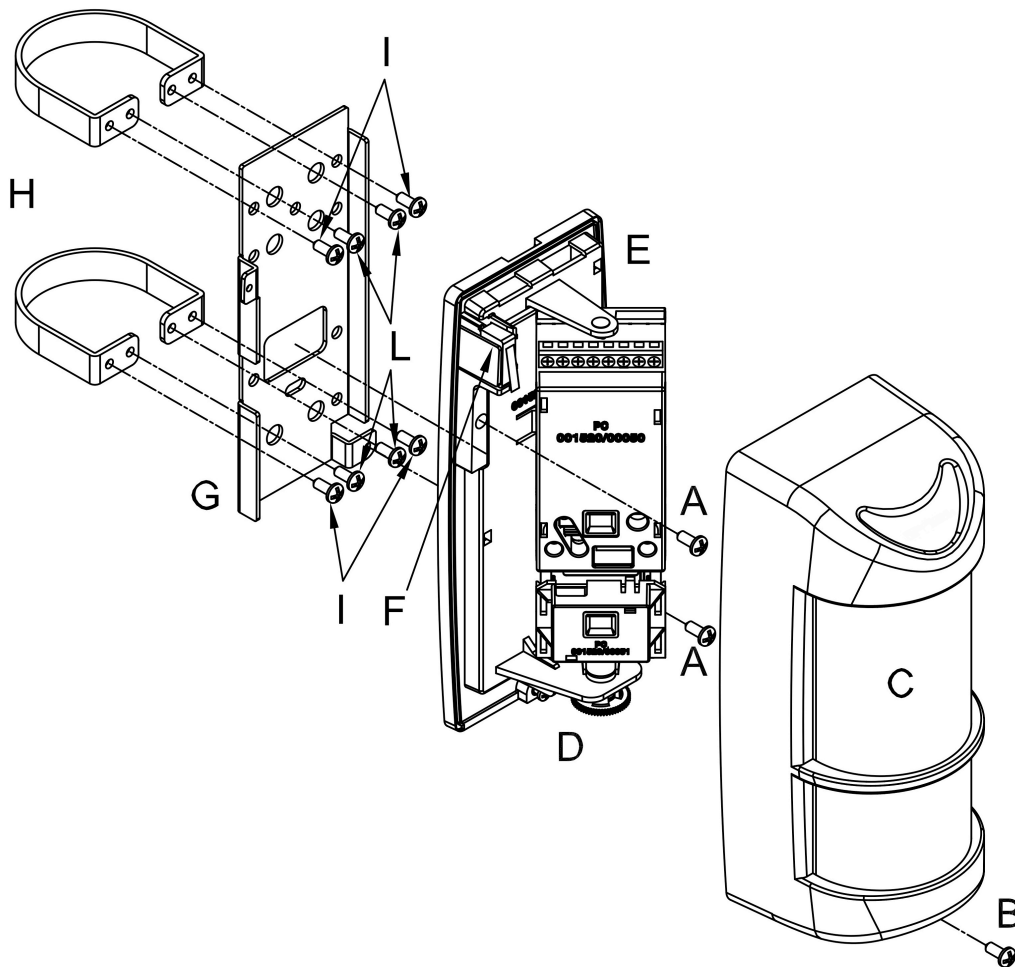

Fig. 2
- Effettuare le regolazioni del sensore agendo sul pomello "D" di regolazione del PIR 2 (vedi Fig.2 a pag 12).
- Applicare la copertura frontale fissandola con la vite "B" (vedi fig.2 a pag 12).
- Lift up or take down the PIR 2 (low) using the adjusting knob "D" to choose the protected area as shown in fig. 2 page 12.
- Hook up and mount the front cover fixing it with screw "B". (see fig. 2 pag.12)